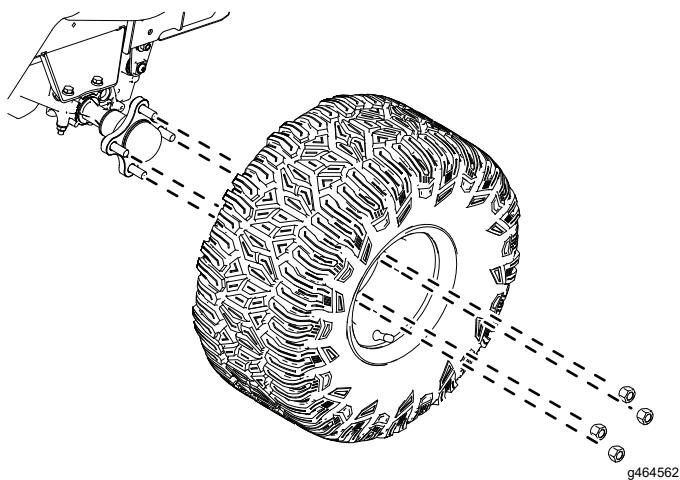

Figura 4
10. Rimuovete gli pneumatici posteriori come mostrato nella Figura 4.
1. Montate gli pneumatici posteriori come mostrato nella Figura 4.